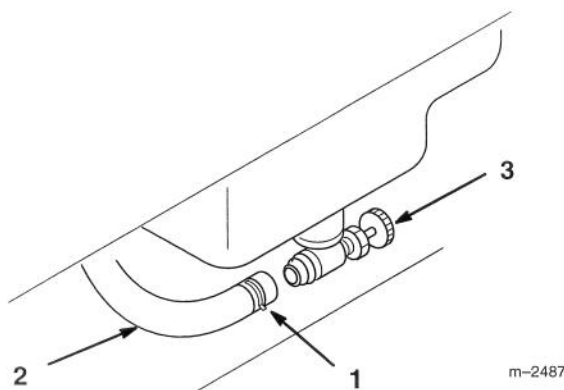

Figure 32
3. Desserrer le collier de fixation de la conduite d'alimentation et le faire glisser sur la conduite pour l'éloigner du robinet (Fig. 32).
4. Détacher du robinet la conduite d'alimentation (Fig. 32). Ouvrir le robinet d'essence et laisser l'essence s'écouler dans un bidon à essence ou dans un bac de vidange.
5. Reconnecter la conduite d'alimentation au robinet d'essence. Faire glisser le collier jusqu'au robinet pour fixer la conduite d'alimentation (Fig. 32).